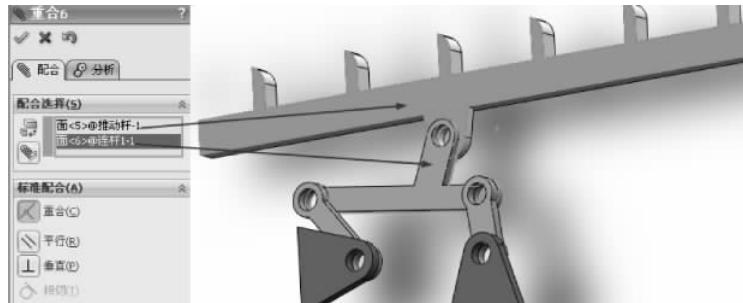

图 3-223 重合配合
(12) 选择【标准配合】选项组下的【重合】配合类型 ，在【要配合的实体】选择框  中选择如图 3-223 所示的面，其他保持默认，单击【确定】按钮 ，完成重合配合。